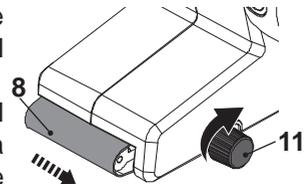

Fig. 4
1. Asegúrese de que el interruptor de encendido y apagado (3) esté en su posición de apagado. A continuación, conecte el enchufe a una toma adecuada.
2. Sujete el producto con fuerza y pulse el interruptor de encendido/apagado (3) para luego soltarlo. La correa de lijado gira durante un periodo corto para comprobar la posición correcta.
3. Mientras la correa de lijado se encuentre en funcionamiento, ajuste la perilla de ajuste de recorrido (7) para alinear la correa de lijado con el centro de los rodillos (10, 12).
4. Gire la perilla de ajuste de recorrido (7) en el sentido de las agujas del reloj para ajustar la correa de lijado (8) hacia la izquierda (visto desde la perspectiva del operador) (Fig. 4).